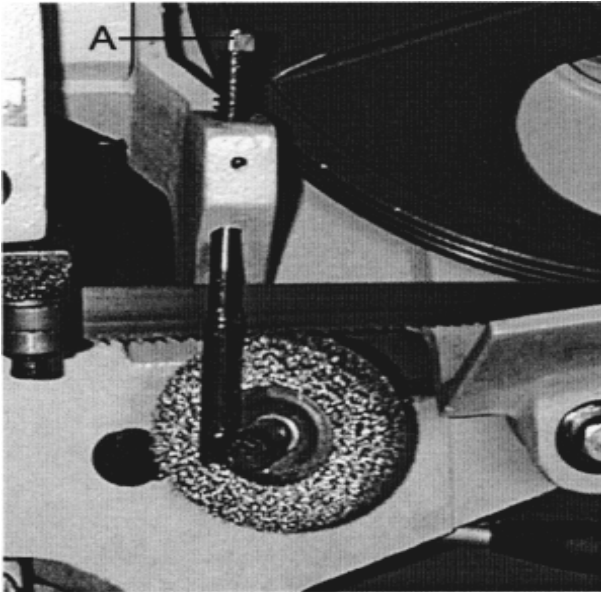

Fig. 9
3. Die Sicherungsschraube der Mutter (A Fig.9) lösen.
5. Die Sicherungsschraube der Mutter (A Fig.9) festziehen.